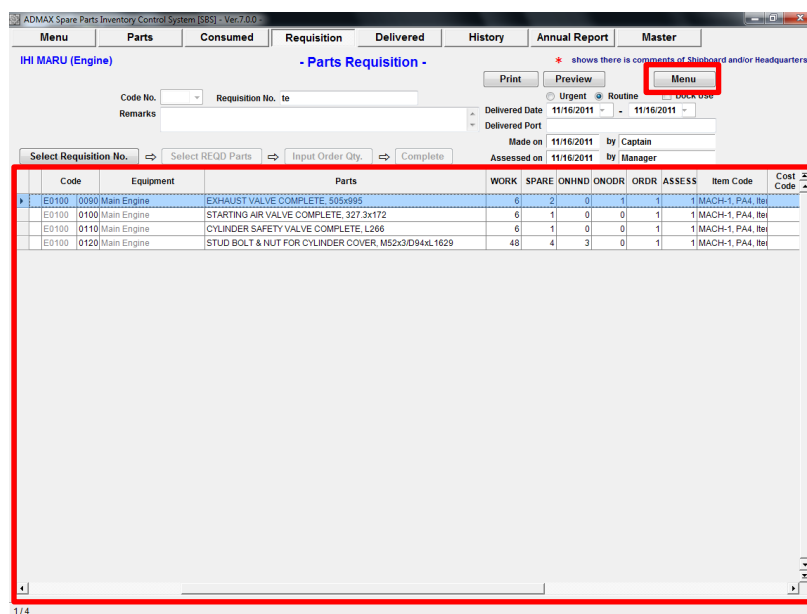

図 7.4 Parts Requisition (Assessed)
6. “Parts Requisition (Assessed)” 画面(図 7-4) が表示され、管理本部からの査定結果が表示されます。
12. “Parts Requisition (Assessed)”画面(図 7-4) が表示され、本社の査定結果が表示されます。